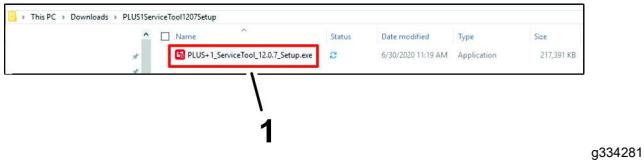

Bild 21
- Doppelklicken Sie im Verzeichnis PLUS1SERVICETOOL1207SETUP auf die Datei PLUS+1\_ServiceTool\_12.7\_Setup.exe (Bild 21).